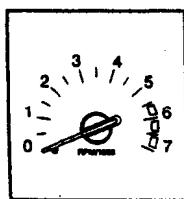

图 1-5 转速表
(1) 里程表和车速表。该车装备的是防更改式里程表。里程表显示的是车辆已经行驶的里程，以 km 为单位。车速表以 km/h 为单位显示车速。如果看到“ERROR”（错误）出现，说明里程表的数字可能不准确。车辆计程表显示的是自上次归零后车辆行驶的里程数。欲将计程表归零，只需按下位于仪表组件右侧的按钮即可。在 1.5 秒内按下该按钮，可实现计程表和里程表之间的转换。在计程表的状态下，将按钮按下并持续 1.5 秒以上，计程表自动归零；在里程表状态下，按下按钮并持续 1.5 秒以上，没有变化。
(2) 转速表（图 1-5）。转速表显示的是发动机每分钟转过的转数 (r/min)。注意，汽车运行中，应避免发动机的转速过高，使转速表的指针进入红色区域，否则可能会导致发动机